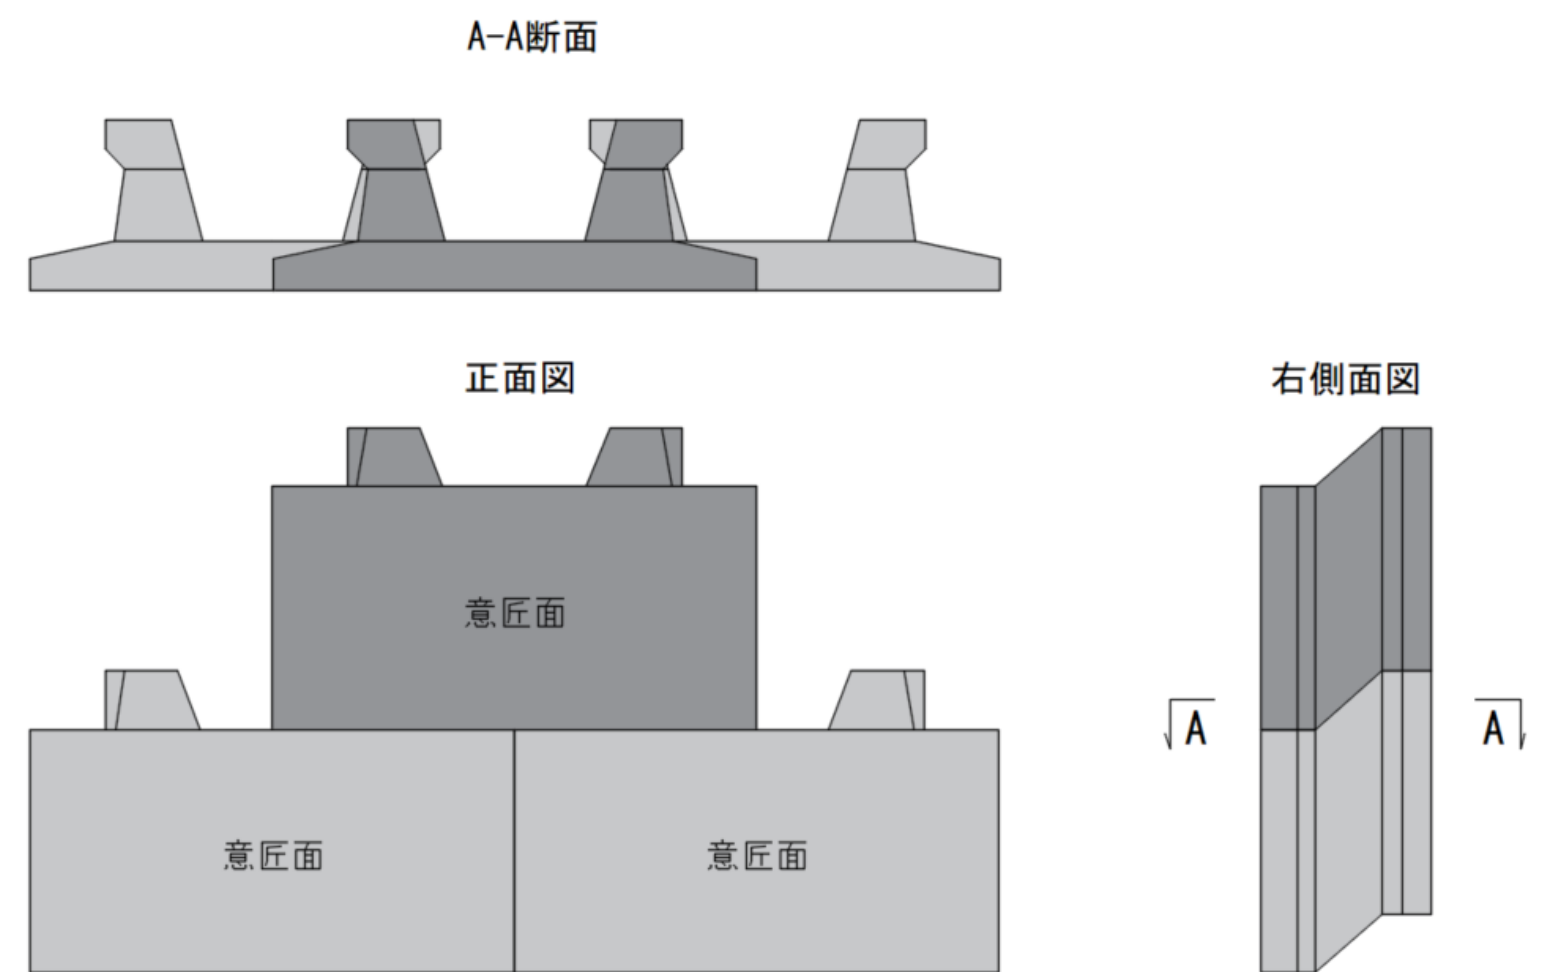

図7 施工した状態を想定した上下のブロックの接合部における断面
- i. ブロックを施工した状態を想定して、上下のブロックの接合部における断面図を作成(図7)